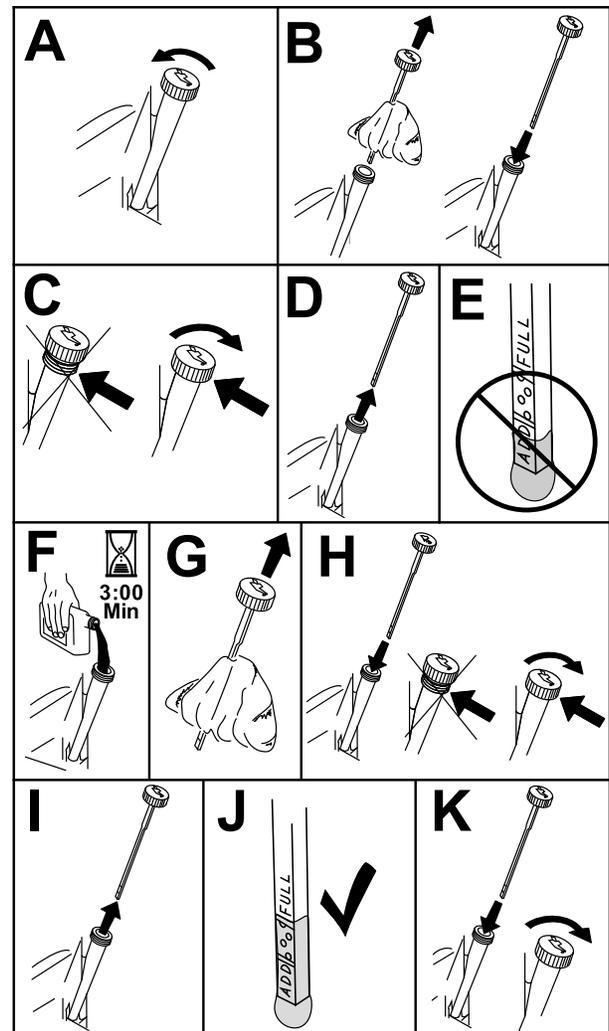

Figura 52
3. Para que no entre suciedad, recortes de hierba, etc., en el motor, limpie la zona alrededor del tapón de llenado/varilla de aceite antes de retirarlo (Figura 52).